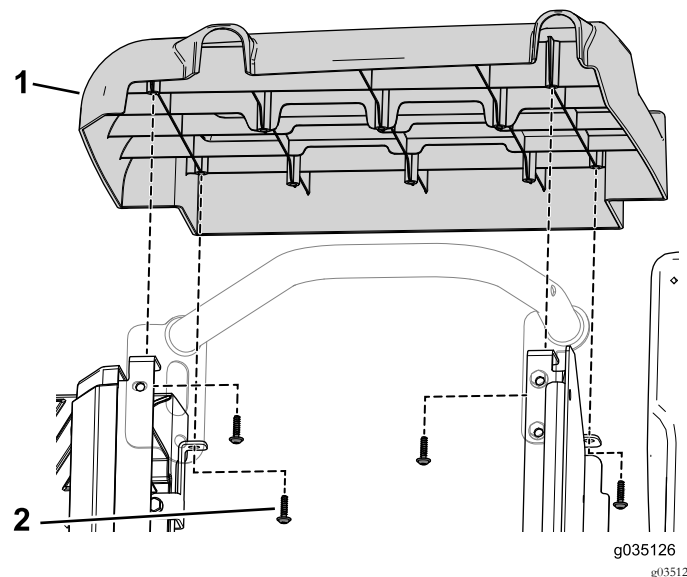

图95
5. 使用 8 个自攻螺丝 3/32 x 7/8 英寸将左、右侧面板从该套件固定到前座椅底座上图95。